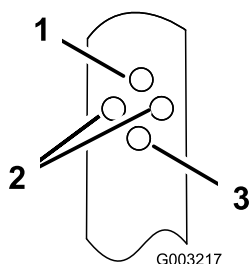

Figura 16
2. Introduzca el perno a través de uno de los taladros de cada uno de los soportes del manillar para ajustar el manillar a la posición deseada (Figura 16).